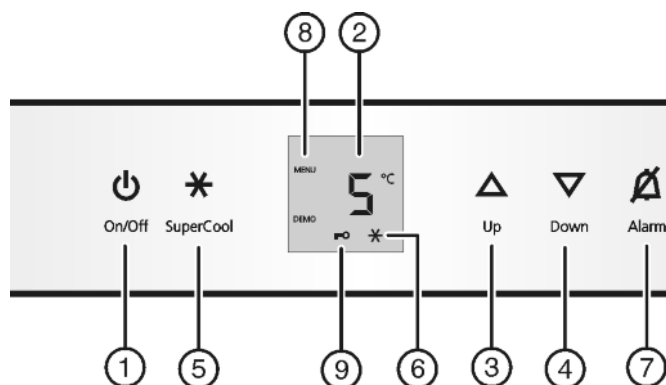

Fig. 2
- ▶ Toets On/Off *Fig. 2 (1)* indrukken.
- ▶ Instelmodus activeren: toets SuperCool *Fig. 2 (5)* ca. 5 s indrukken.
- ▷ Het symbool Menu *Fig. 2 (8)* is verlicht.
- ▶ Druk kort op de toets SuperCool *Fig. 2 (5)* om te bevestigen.
- ▶ om de kinderbeveiliging in te schakelen, drukt u kort op de toets SuperCool *Fig. 2 (5)*.
- ▷ Het symbool kinderbeveiliging *Fig. 2 (9)* brandt. Op de display knippert **c**.
- ▶ om de kinderbeveiliging uit te schakelen, drukt u kort op de toets SuperCool *Fig. 2 (5)*.
- ▷ Het symbool kinderbeveiliging *Fig. 2 (9)* dooft. Op de display knippert **c**.
- ▶ Instelmodus deactiveren: toets On/Off *Fig. 2 (1)* indrukken.
- ▶ Toets Alarm *Fig. 2 (7)* indrukken.
- ▶ Temperatuur hoger instellen: insteltoets Up *Fig. 2 (3)* indrukken.
- ▶ Temperatuur lager instellen: insteltoets Down *Fig. 2 (4)* indrukken.
- ▶ Toets SuperCool *Fig. 2 (5)* kort indrukken.
- ▷ Het symbool SuperCool *Fig. 2 (6)* is verlicht in de display.
- ▶ Toets SuperCool Fig. 2 (5) kort indrukken.
- ▷ Het symbool SuperCool Fig. 2 (6) in de display gaat uit.